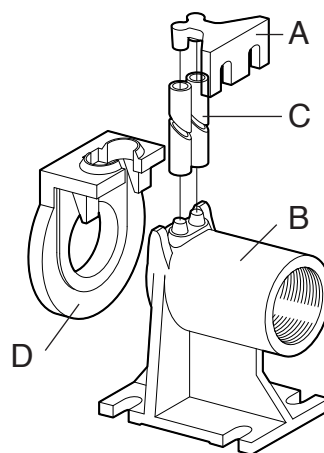

Fig. 7 Ankopplungs-Fuss
- Den Verankerungs-Bügel der Rohrführungen (Abb. 7 - Pos. A) am Rand des Beckens befestigen.
- Den Stützfuss zur automatischen Koppelung (Abb. 7 - Pos. B) am Boden des Abflussschachtes positionieren und mittels dem Senkblei überprüfen, dass die konischen Vorsprünge zum Einstecken der Rohrführungen mit den entsprechenden Vorsprüngen des Verankerungs-Bügels des Beckenrandes perfekt rechtwinklig sind. Es ist auch die Ebenheit mittels einer Wasserwaage zu überprüfen.
- Die Position der sich auf dem Stützfuss befindlichen Schlitzze anzeichnen und dann die korrekte Länge der Führungsrohre (Abb. 7 - Pos. C) feststellen.
- Den speziellen Gleitflansch (Abb. 7 - Pos. D) auf die Auslassöffnung der Pumpe montieren und das Seil oder die Kette an die Griffe oder Schlitzze am oberen Teil des Gehäuses anhängen.